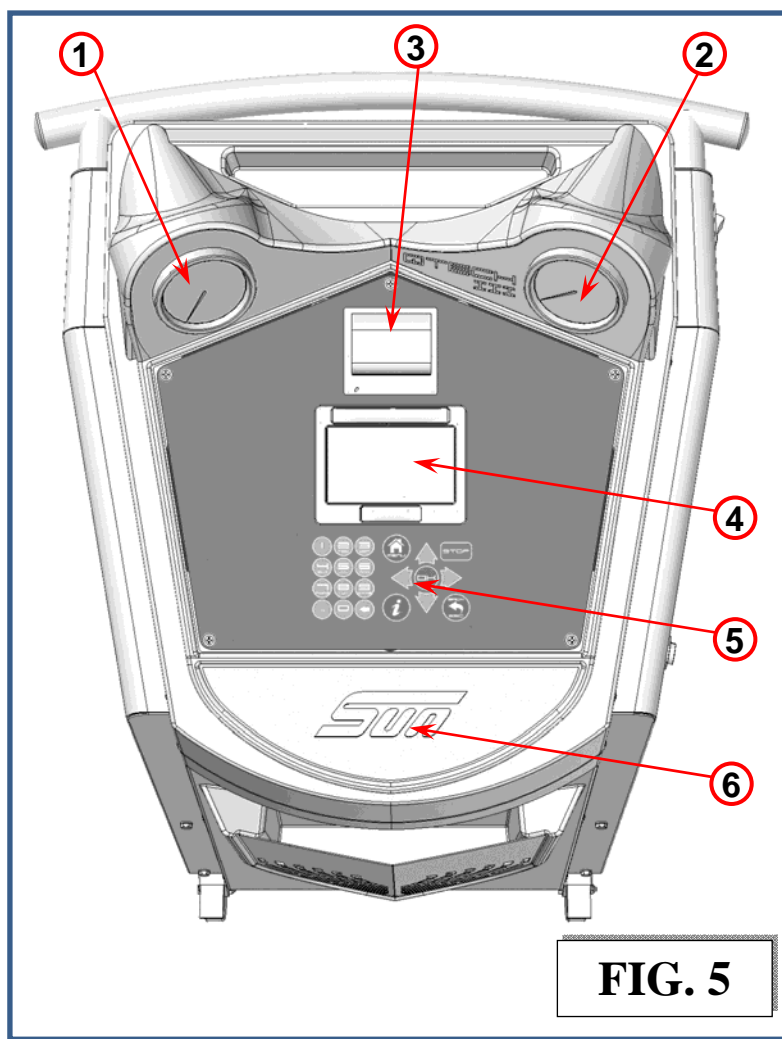

FIG. 5
Remitirse a la Fig.5 :
Sólo si la máquina tiene una luz a LED (ref. 6, Fig.5)